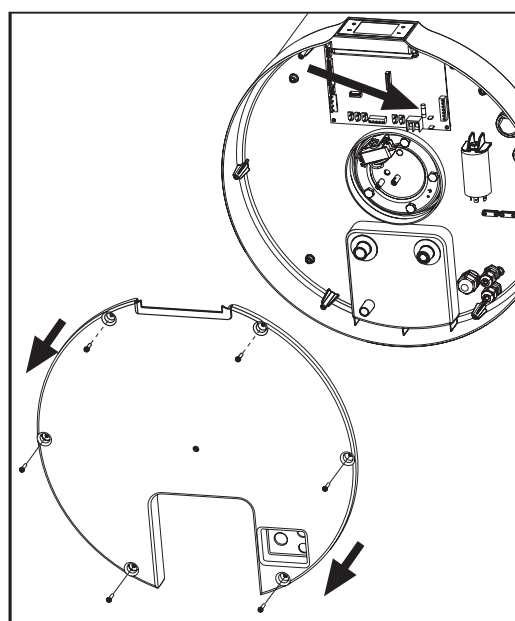

fig. 43
- Retirez le capot inférieur en dévissant d'abord les vis de verrouillage spécifiques (fig. 43).